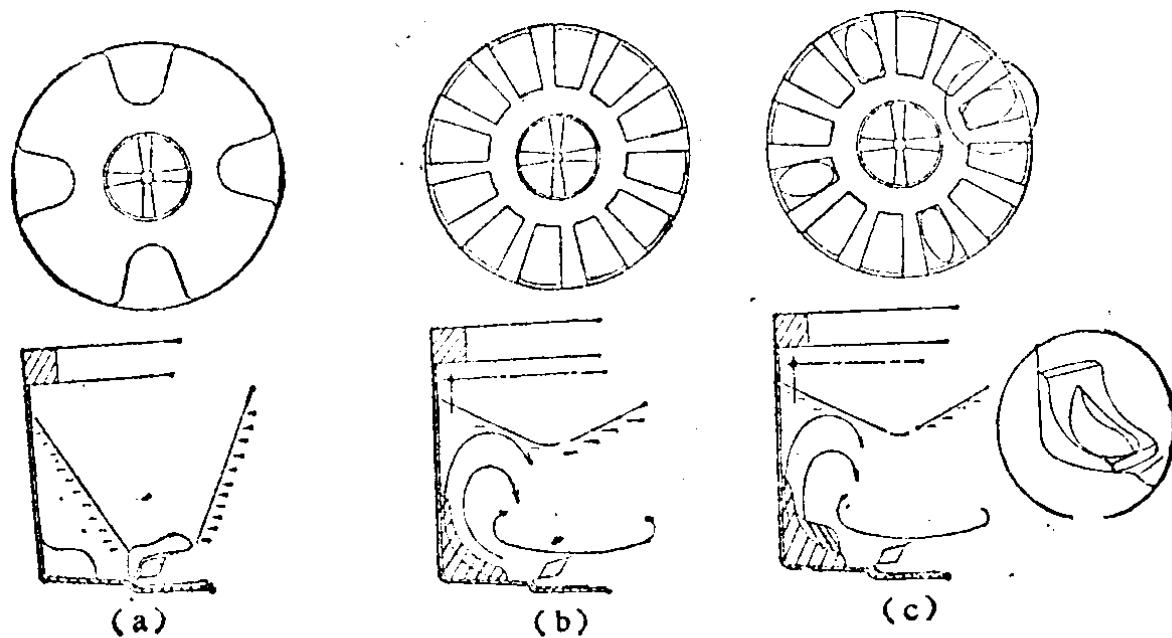

图1-12 洗涤桶桶底的形状
- (1) 改变波轮的几何形状，见图1-12。
- (2) 加大波轮的直径 $\phi 300\text{mm}$ 以上。
- (3) 降低波轮的转速为 $300\text{r/min}$ 以下。
洗涤桶是指盛有洗涤液使衣服能在其中洗涤的容器。对于普通型、双缸型洗衣机来说，就是洗衣机的内桶；对于全自动洗衣机来说就是脱水桶。从目前大量产品看，双缸型多为四方形、大圆角，全自动型则为有孔的圆形桶；桶底不应是平底，平底不利于排水，也不利于衣服的翻滚。如图1-12